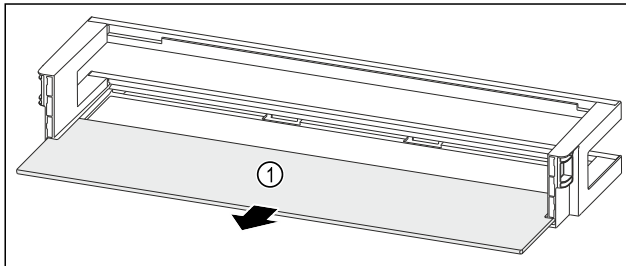

Fig. 169 Türabsteller mit Abstellfläche
- ▶ Abstellfläche Fig. 169 (1) entnehmen.